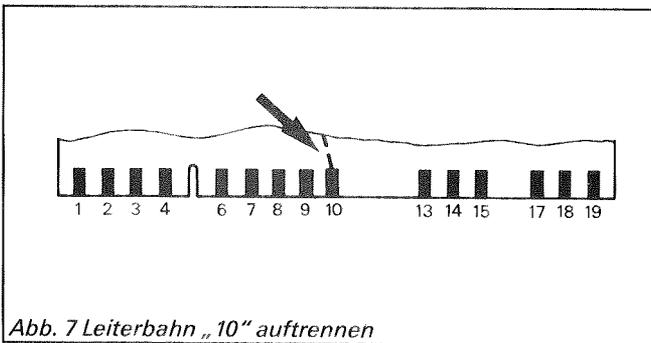

Abb. 7 Leiterbahn „10“ auftrennen
6. Auf der Rückseite der Leiterplatte „SPR/T“ die Leiterbahn des Anschlusses „10“ auftrennen (Abb. 7).